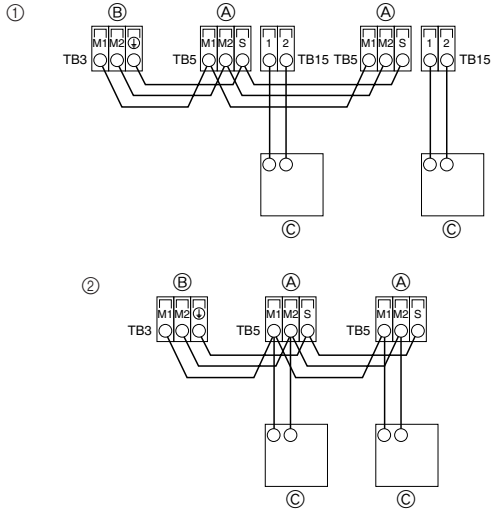

Fig. 6-2
6.2. Uzaktan kumanda ünitesi, iç ve dış iletim kablolarının bağlanması (Fig. 6-2)
- ① MA Uzaktan kumanda ünitesi
- ② M-NET Uzaktan kumanda ünitesi